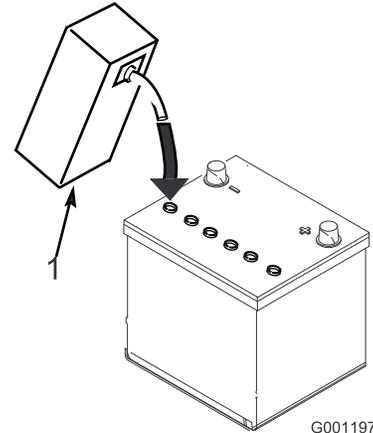

図7
3. 各セルの電極板が液面下 6mm 程度に水没するまで、電解液を慎重に入れる(図7)。
4. 電極板が液を吸収するまで2030分間程度待つ。必要に応じて、電極板が 6 mm 程度水没するぐらいに電解液を補充する(図7)。